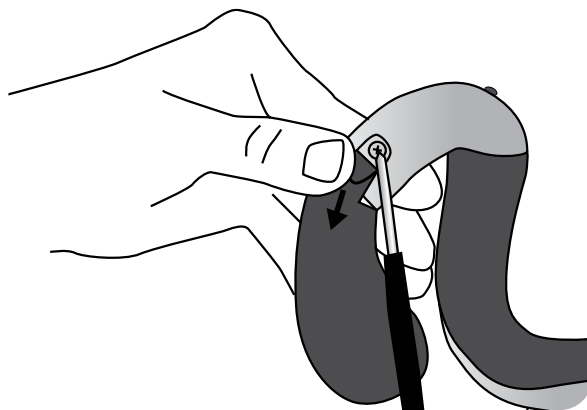

Bild 6-2: Montera tenaren på ortosen
4. Dra åt tenarskruven. Skruven håller tenaren på plats och utgör den elektriska kontakten mellan tenar och ortos. Se bild 6-2.